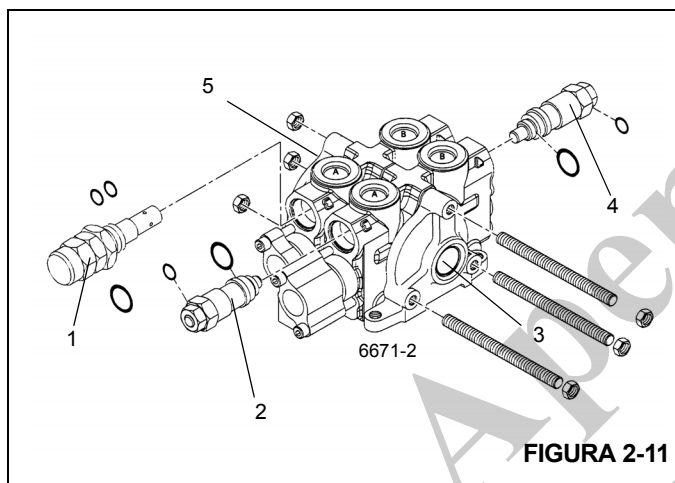

FIGURA 2-11
1. Instale um dispositivo de verificação de pressão de desconexão rápida com medidor no bico de teste na entrada de teste da válvula de giro (Figura 2-11).